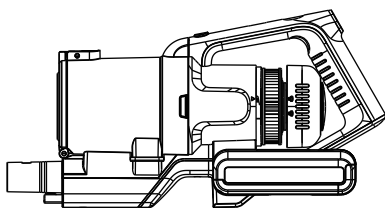

Рис. 18
7. Для чистки или замены выходного фильтра, поверните крышку фильтра против часовой стрелки и снимите ее (рис. 18), снимите фильтр (рис. 19), промойте и высушите его в соответствии с шагом 4.